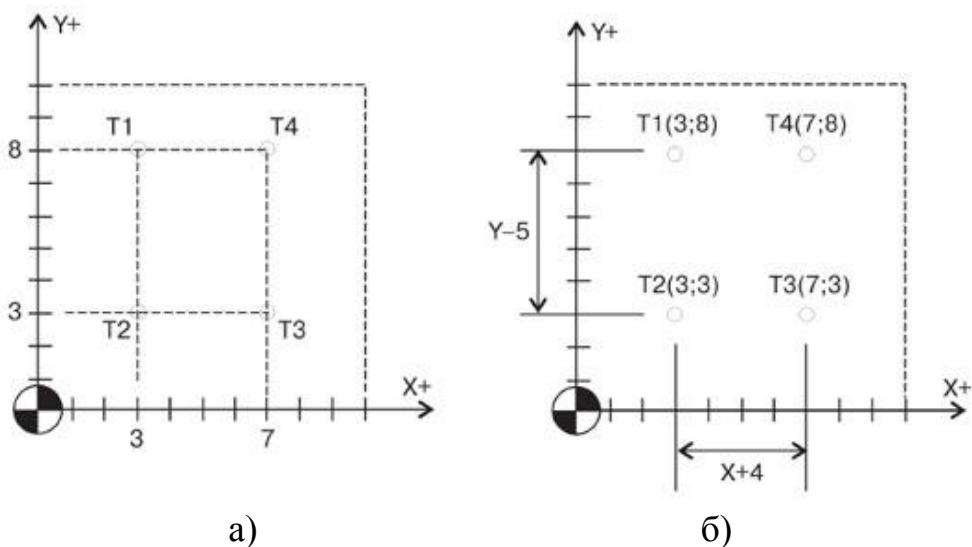

Рисунок 2.10 – Координати опорних точок оброблюваного паза:
3. Визначити координати опорних точок паза в абсолютній і відносній системі координат (див. рисунок 2.10).